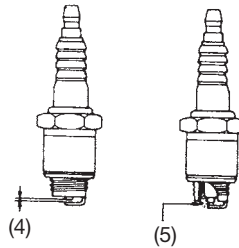

Abb. 10
- 2) Die Zündkerzenelektroden von Ruß reinigen (normaler Elektrodenabstand 0,60 mm, siehe Abb. 10).